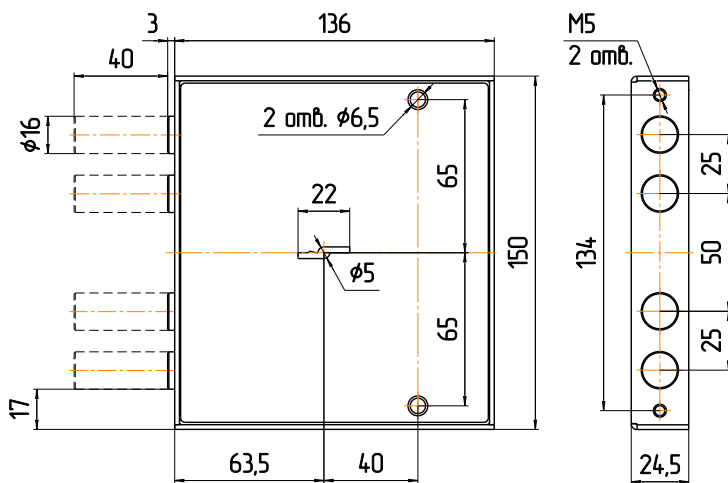

Рис.2
5.1. Произвести разметку и выполнить на торце полотна двери и в дверной коробке отверстия под пальцы засова и крепежа замка. Выполнить на полотне двери отверстия для ключа и крепежа (см. рис.2).